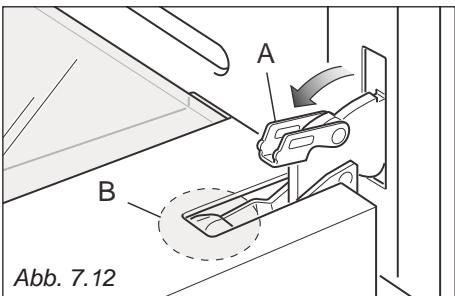
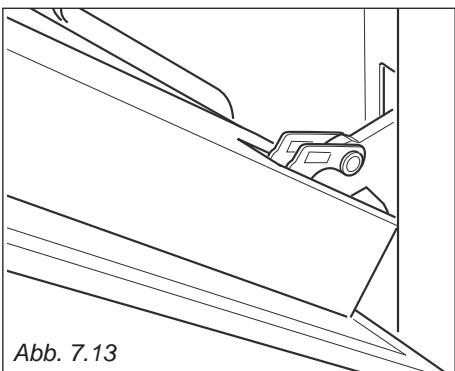

Abb. 7.12
Abb. 7.13
- Den Hebel "A" des rechten und des linken Scharniers vollkommen öffnen (Abb. 7.12).
- Die Tür langsam schließen (Abb. 7.12) bis die Hebel "A" des rechten und des linken Scharniers aus dem Teil "B" der Tür ausrasten (Abb. 7.13).